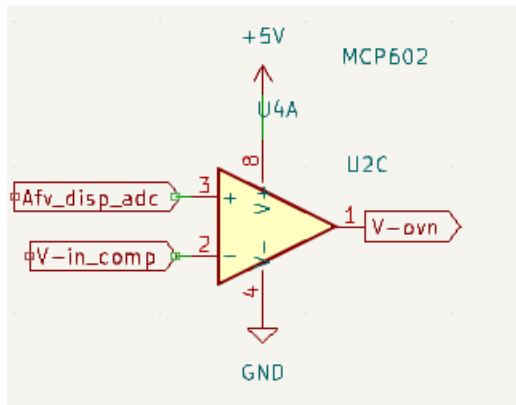

Fig. 6 Komparator
**Test:** at komparatoren virker ved at påtrykke på to forskellige spændinger til indgangene som vist i fig. 6 og prøv at regulere på indgangsspændingerne så V-ovn er 0 V eller 5V. Med et voltmeter mål spændingen på indgang Afv\_disp\_adc og V-in\_comp og på udgangen V-ovn. Skriv resultaterne ned i en tabel. Og kommenter på om det er som forventet.